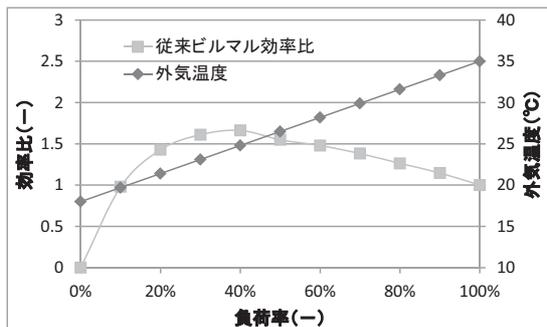
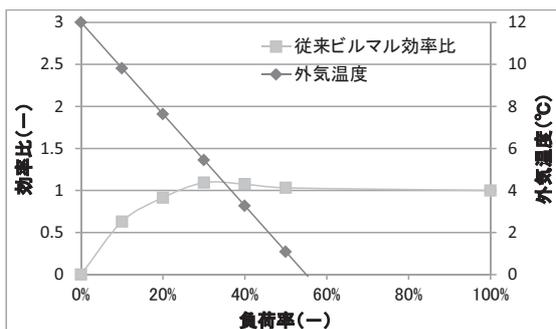

図5. 従来のビル用マルチエアコン効率(冷房)
図6. 従来のビル用マルチエアコン効率(暖房)
図5に従来のビル用マルチエアコンの効率(冷房)を示す。負荷率と外気温の関係についてはJRA4002の事務所ビルの規定に従っている。つまり、外気温度35℃にて負荷率100%、外気温度18℃で負荷率0%とし、18~35℃の間の負荷率は直線となっている。一方の効率変化は負荷率40~100%では、負荷率が小さいほど効率が高くなっている。これは負荷率が低下する、つまり外気温度が低くなると冷凍サイクルの凝縮圧力が低下し、圧縮機の仕事量が減ることが主要因である。図6に従来のビル用マルチエアコン効率(暖房)を示す。暖房では、外気温度0℃にて負荷率55%、外気温度12℃にて負荷率0%である。冷房、暖房共に負荷率30%以下では負荷率が低下すると効率が低くなる。これは、負荷率が小さい場合 ①圧縮機の効率が低下する ②圧縮機の発停によるロスが生じる等が原因である。